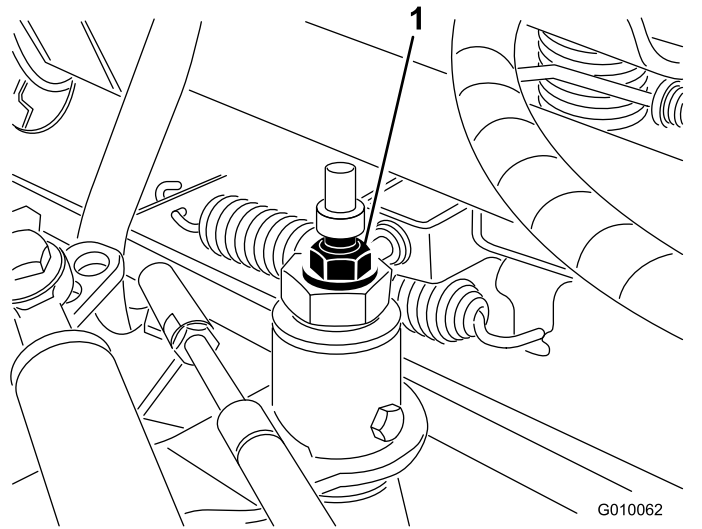

Figure 55
3. Desserrez le contre-écrou de la came de réglage de la transmission (Figure 55).